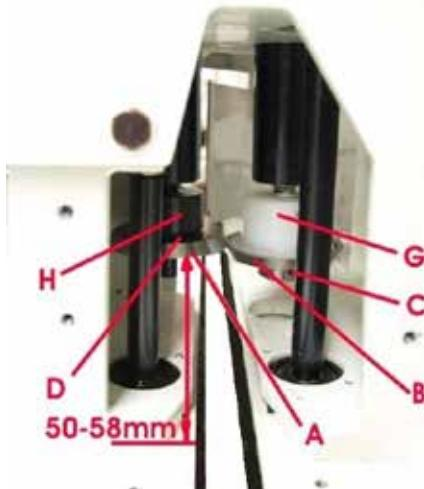

Fig. 11
The cutting height of the knives is adjustable from 50 to 58 mm (1 31/32 to 2 9/32 in.), measured from the upper surface edge of the carrier plate (See Fig. 11). The standard setting is 54 mm (2 1/8 in.).
To replace the knives (A, B, Fig. 11) remove the chip chute, the left hand guard and the two guide rails which are fastened with four screws. Turn the knives in a position where the screw (C, Fig. 11) located in the hub of the lower knife (B, Fig. 11) is accessible from the left. Loosen the screw (C, Fig. 11) and remove lower knife (B, Fig. 11), upper knife (A, Fig. 11) and spring (D, Fig. 11).
**NOTE:** There is no screw in the hub of the upper knife (A, Fig. 11).
When assembling, slip spring (D, Fig. 11) and upper knife (A, Fig. 11) on the front knife shaft. Turn the knife to the front, until the Woodruff key, cemented in the knife shaft, engages with the key groove in the knife hub. Hold upper knife in position. Slip the lower knife (B, Fig. 11) onto the rear knife shaft, so the Woodruff key engages with the key slot, and push the lower knife with the upper knife up to the stop on the plastic collar (G, Fig. 11). Tighten screw (C, Fig. 11) in the hub of the lower knife securely. The collar (G, Fig. 11) serves as a stop for the set cutting height of the knives. Therefore it is not necessary to readjust the height when replacing the knives. It also prevents the cut-off bag strips from being wound up on the knife shaft. The pressure exerted by the upper knife on the lower knife can be reduced or increased by raising or lowering collar (H, Fig. 11).
Die Schneidhöhe der Messer ist im Bereich von ca. 50 bis 58 mm einstellbar, von der Oberkante der Tragplatte aus gemessen (Siehe Fig. 11). Die Grundstellung beträgt 54 mm.
Zum Auswechseln der Messer (A, B, Fig. 11) entfernen Sie das Abfallrinne, den linken Handschutz, sowie die beiden Führungsschienen, die mit vier Schrauben befestigt sind. Drehen Sie jetzt die Messer so weit, dass die Schraube (C, Fig. 11) in der Nabe des Untermessers (B, Fig. 11) von links zugänglich ist. Lösen Sie die Schraube (C, Fig. 11) und nehmen Sie das Untermesser (B, Fig. 11) und das Obermesser (A, Fig. 11) sowie die Feder (D, Fig. 11) heraus.
**BEACHTEN SIE:** Die Nabe für das Obermesser (A, Fig. 11) enthält keine Befestigungsschraube.
Beim Einbau schieben Sie die Feder (D, Fig. 11) und das Obermesser (A, Fig. 11) auf die vordere Messerwelle. Drehen Sie das Messer hin und her, damit die in die Welle eingeklebte Scheibenfeder in die Keilnut der Messernabe eingreift. Halten Sie das Obermesser fest. Schieben Sie das Untermesser (B, Fig. 11) auf die hintere Messerwelle, so dass die Scheibenfeder in die Keilnut eingreift und drücken Sie das Untermesser mit dem Obermesser nach oben bis das Untermesser am Stellring aus Kunststoff (G, Fig. 11) anschlägt. Ziehen Sie die Schraube (C, Fig. 11) in der Nabe des Untermessers gut an. Der Stellring (G, Fig. 11) dient als Anschlag für die eingestellte Schneidhöhe der Messer, so dass nach einem Messerwechsel die Höhe nicht neu eingestellt werden muss und verhindert, dass sich die abgeschnittenen Sackstreifen um die Messerwelle wickeln. Durch Höher- oder Tieferstellen des Stellrings (H, Fig. 11) kann der Druck, den das Obermesser auf das Untermesser ausübt, verringert oder erhöht werden.